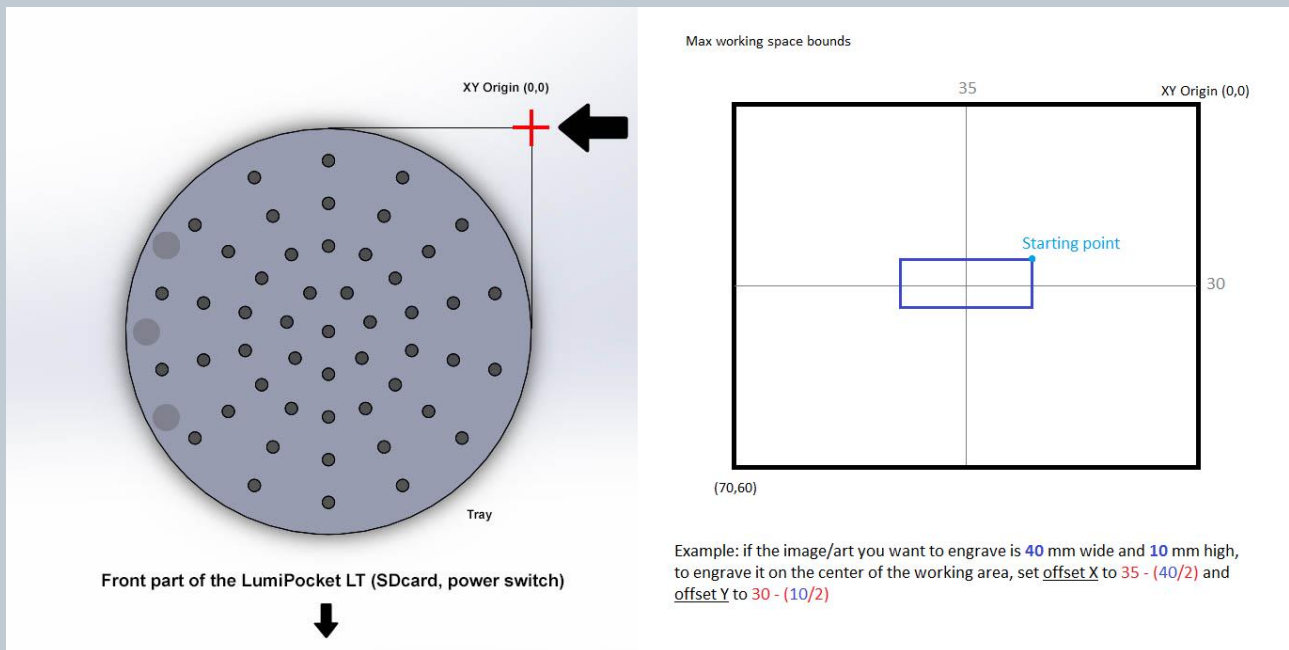

Fig. 76
- **POSIZIONE DEL MATERIALE:** Nei processi di incisione laser su materiali o su circuiti stampati, tenere conto che la lavorazione avviene partendo dal punto in alto a destra della nostra immagine (starting point) e che il punto di partenza del laser (XY origin) di default si trova dove indicato dalla croce rossa in Fig. 76 sinistra.
(Vedi esempio Fig. 76 destra)
- Se si vuole spostare il punto di partenza del laser (XY origin) come spiegato in Fig. 76, usare i comandi "Offset X and Y".